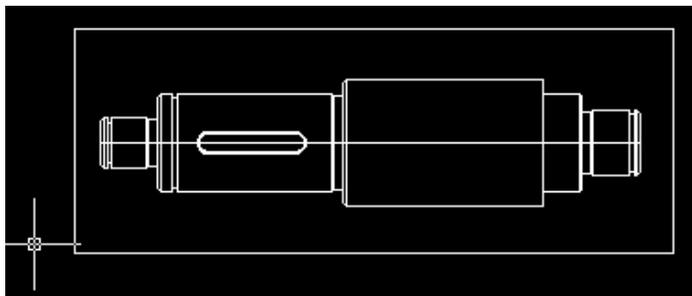

Рисунок 7.2
- далее прервать выполнение команды создания вида клавишей **Escape** (рисунок 7.2);